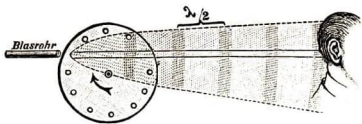

Abb. 198. Die Sirene
**1. Ein Ton erscheint um so höher, je mehr Stöße die Luft in einer Sekunde erfährt.** Dieses zeigt man genauer mit der Lochsirene (Abb. 198).
**2. Die Lochsirene** ist eine kreisförmige Scheibe, die im Kreise herum eine Anzahl gleichmäßig verteilter Löcher aufweist (Abb. 198).